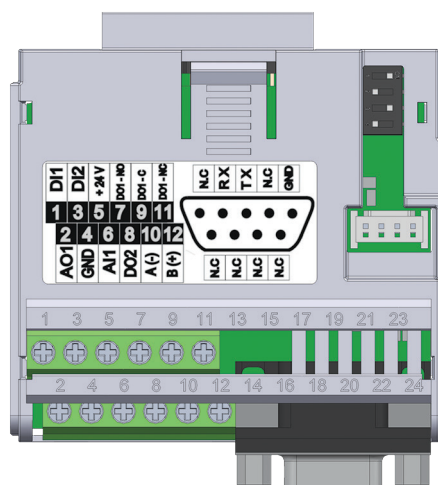

图20.2: 插入模块CFW500-CRS232
CFW500-CRS232 插件模块通过端子10 (A-) 和 12 (B+) 的RS-485端口提供串行 (1) 接口, 同时通过标准连接器DB9的RS-232端口提供串行 (2) 接口。请参阅图20.2 (第20-1页)。